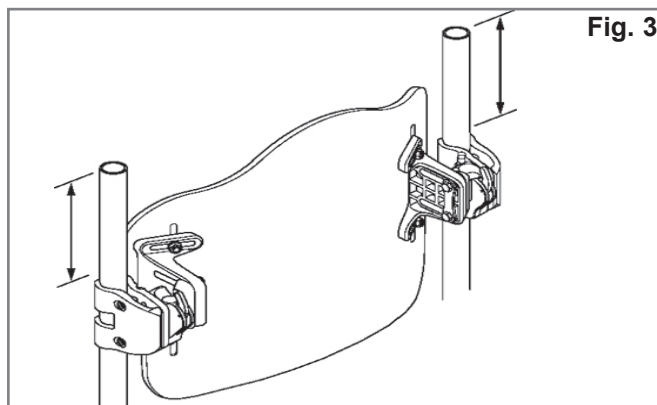
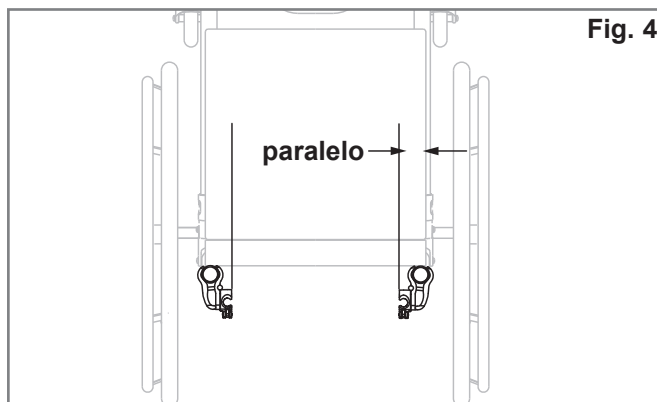

Fig. 3
Fig. 4
### Instruções de instalação do hardware (Fig. 3, 4, 5)
2. Determine visualmente a localização pretendida dos recetores das barras traseiras da cadeira de rodas. A altura do hardware de montagem deve ser aproximadamente igual em cada barra traseira (Fig. 3) e paralelo à estrutura do assento (Fig. 4). As posições mais elevadas nas barras traseiras são, geralmente, melhores.